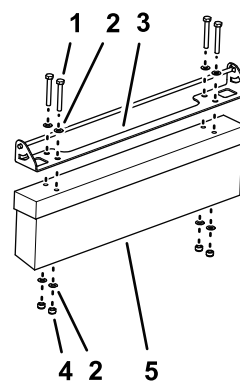

Figure 1
1. Alignez les trous du support de réglage et les trous de la brosse de groomer, comme montré à la Figure 1.
2. Fixez le support de réglage à la brosse du groomer (Figure 1) à l'aide de 4 vis (8 x 60 mm), 8 rondelles (8 mm) et 4 contre-écrous (8 mm).